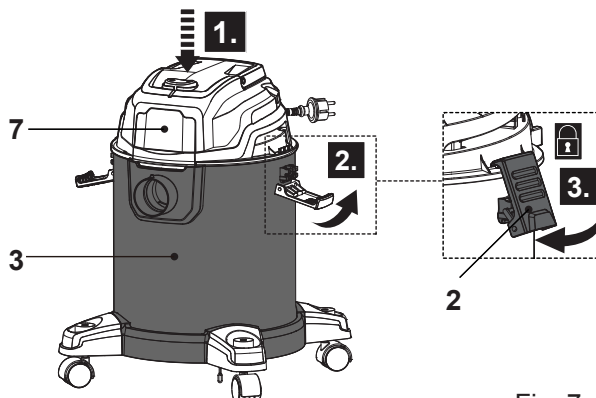

Fig. 7
- > Coloque la unidad del motor (7) con el filtro de cartuchos (18) en el depósito (3) y fíjela con las abrazaderas de plástico (2) (Fig. 7). Compruebe que la unidad del motor encaja bien en el depósito y que la conexión esté bien sellada.